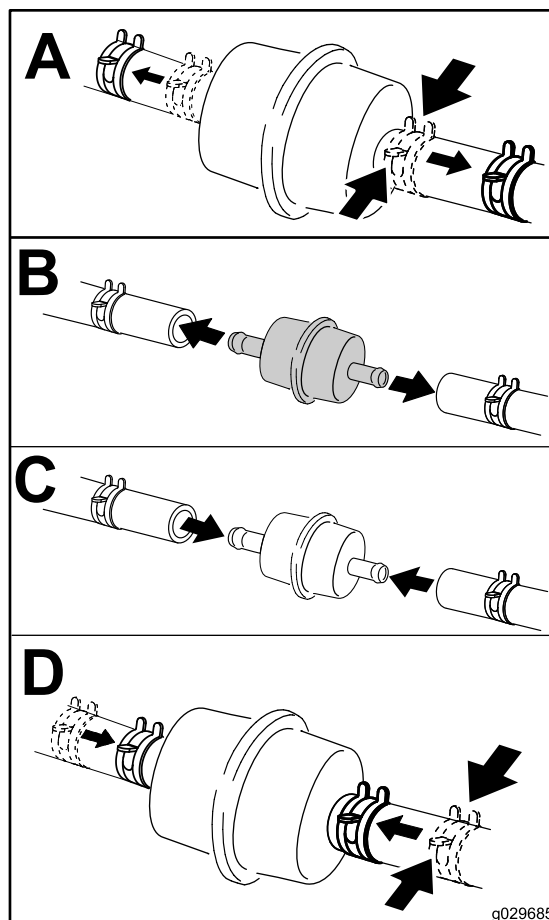

Figure 80
4. Fermez le robinet d'arrivée de carburant sous le siège (Figure 80).